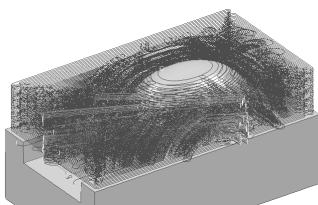
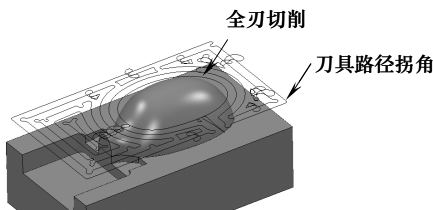
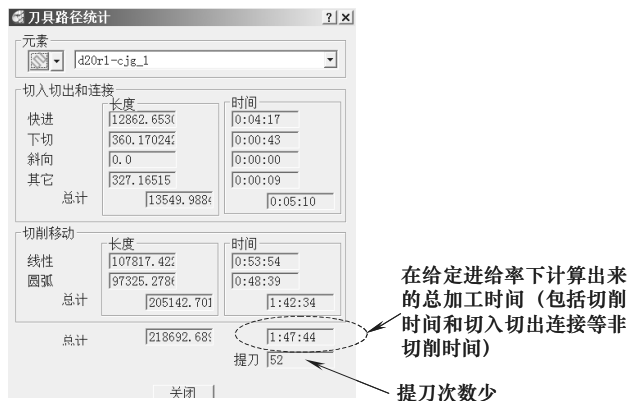

图 5-24 偏置全部的粗加工刀具路径
图 5-25 分模面以上粗加工刀具路径的分层放大图
图 5-26 粗加工刀具路径信息
单击“模型区域清除”表格下方的“计算”按钮, 系统计算出图 5-24 所示粗加工刀具路径, 图 5-25 是该刀具路径的分层放大图。
(3) 统计修改后的粗加工刀具路径 在 PowerMILL 资源管理器中的“刀具路径”树枝下, 右击刀具路径“d20r1-cjg_1”, 在弹出的快捷菜单条中, 执行“统计...”, 打开“刀具路径统计”表格, 如图 5-26 所示。
如图 5-26 所示,该刀具路径的提刀次数只有 52 次。但该刀具路径的问题在于(图 5-25):刀具路径的拐角过多,数控机床运行该刀具路径时,通常在拐角处会降低进给率,达不到编程人员设定的切削进给率,从而会增加总切削时间;由于是同时偏置毛坯和零件在等高层上的轮廓线来计算刀具路径,因此,刀具路径中存在有全刃切削的段。所谓“全刃切削”,是指切削宽度等于刀具直径。正常切削时,一般切削宽度为刀具直径的 70%左右,全刃切削会导致切削负载突变,从而容易损坏刀具,或增大振动,引起加工精度的问题。